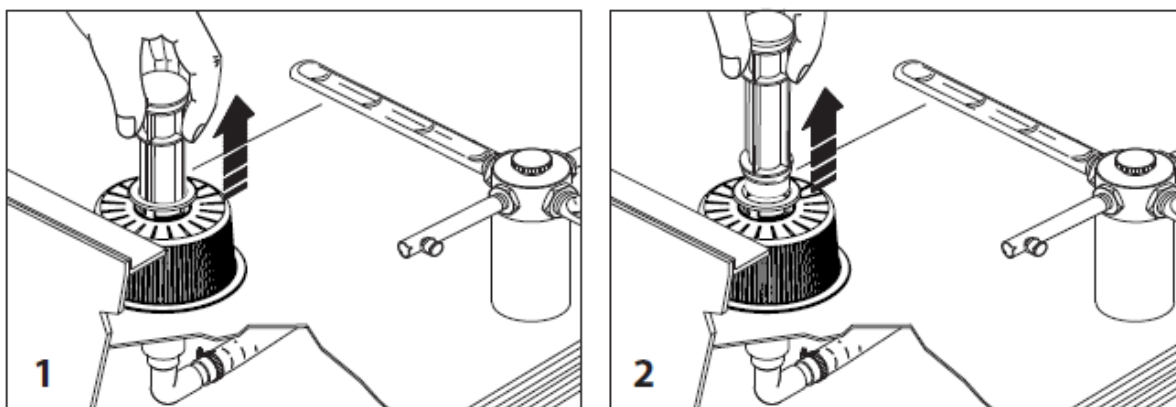

Fig. 16
2. zdejmij rurę przelewową (rys. 16)